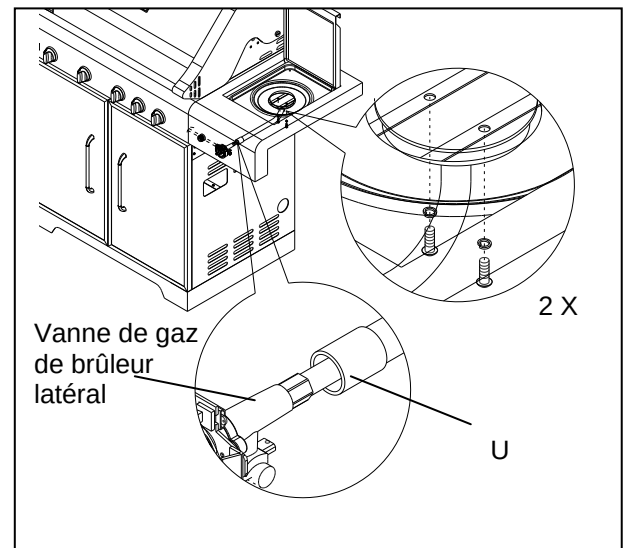

Fig. 21
Insérez le bouton de commande (M) dans la tige de vanne, puis serrez-le à l'aide de la clé hexagonale, comme l'illustre la Figure 21.